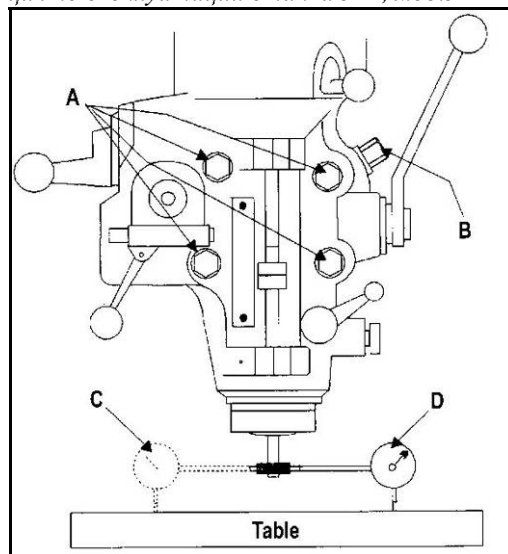

Рис.19
- Установите лимб в оправку и закрепите, используя стержень оправки (Рис.19).